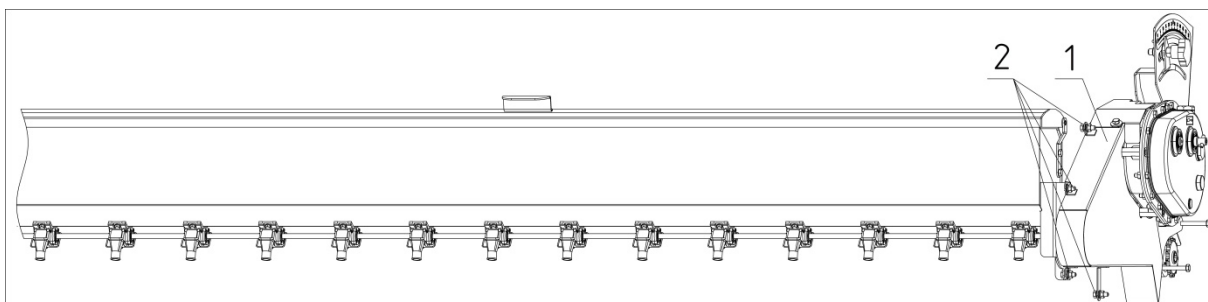

Рисунок 20.1
- 1) Снять защиту (1) (рис. 20.1). Для этого необходимо раскрутить болты с гайками М8 (2).